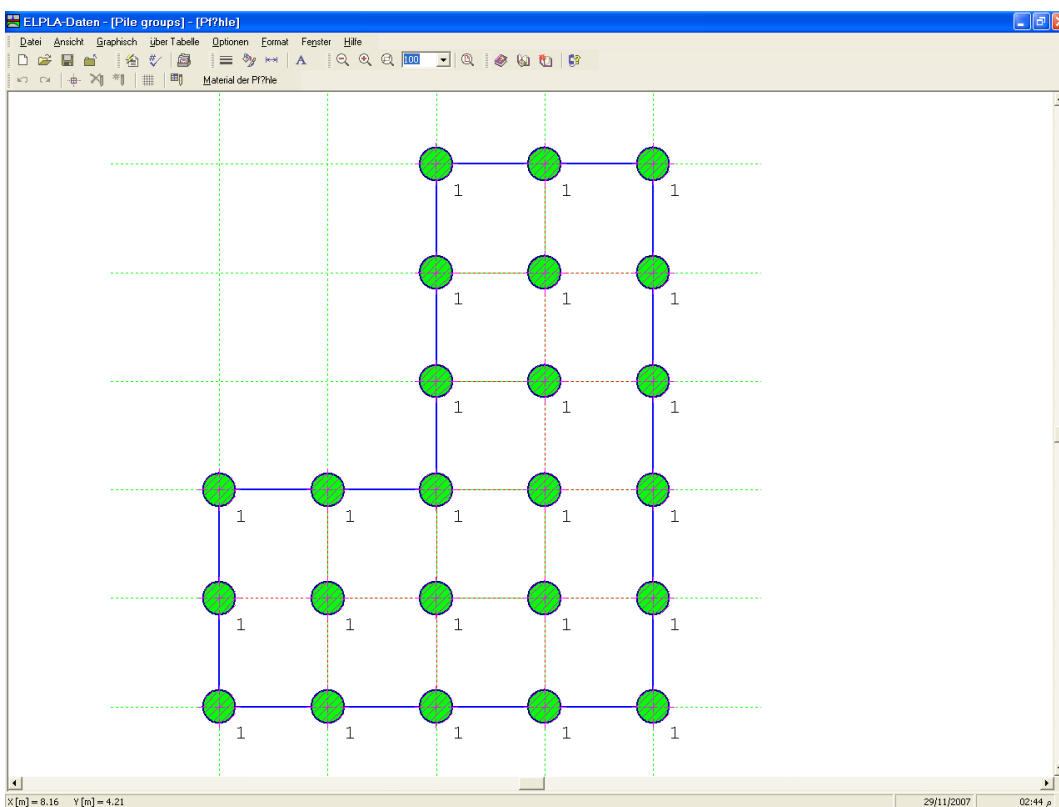

Bild 11-21 Pfähle auf dem Bildschirm
Nach der Definition der Pfähle sollte der Bildschirm wie das folgende Bild 11-21 aussehen.
- Wählen Sie "Pfähle speichern" aus dem "Datei"-Menü im Bild 11-21, um die Pfahldaten zu speichern